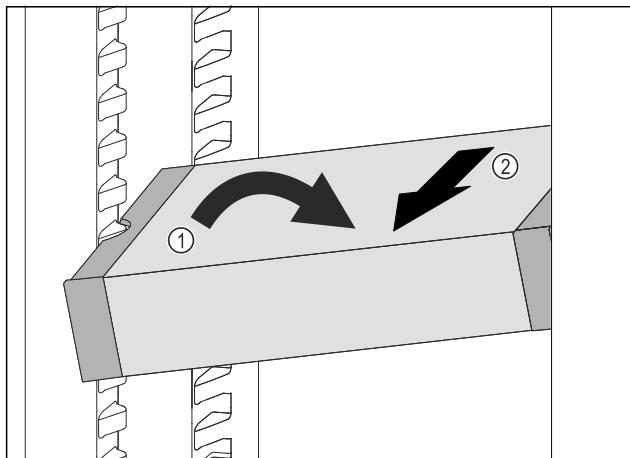

Fig. 109
- Наклонете VarioSafe в хладилната част. *Fig. 109 (1)*
- Извадете VarioSafe напред. *Fig. 109 (2)*